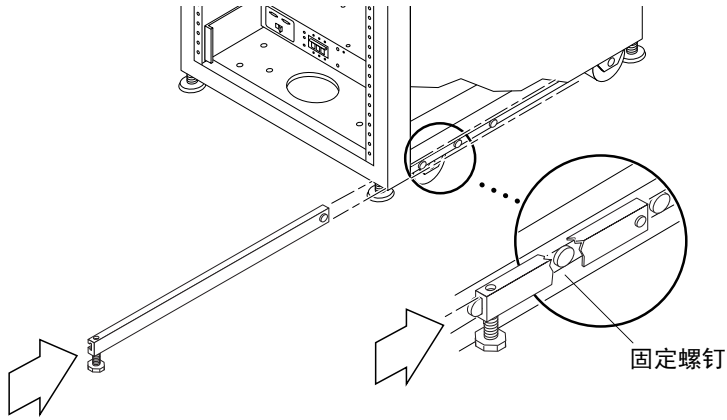

图 2-3 安装右侧的固定支撑腿
2. 将右侧的固定支撑腿滑过扩充机柜底部的三个固定螺钉（图 2-3）。